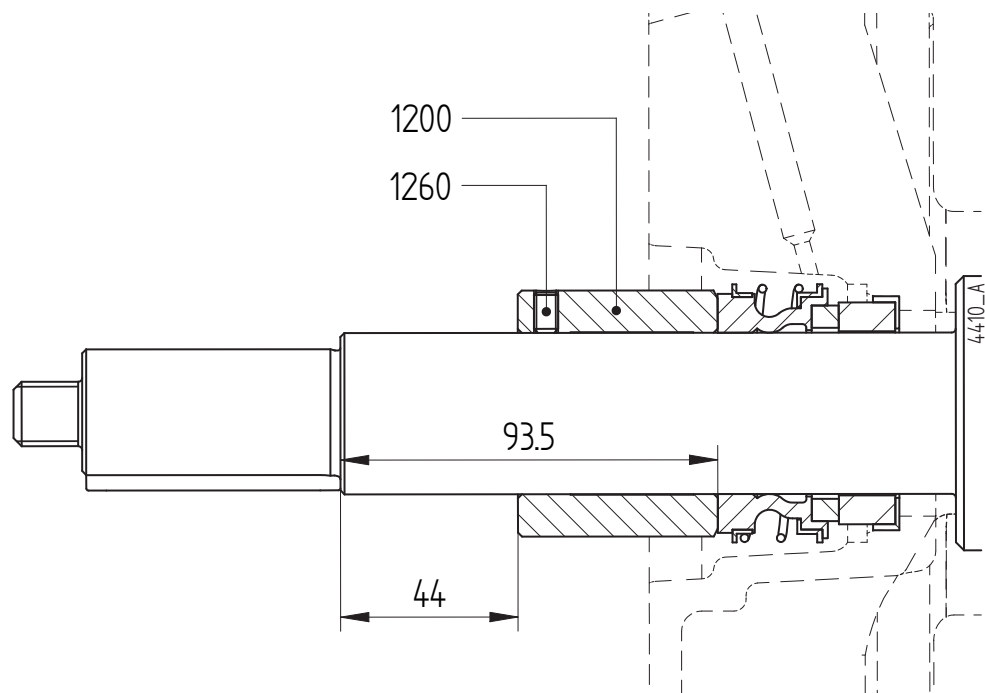

Bild 13: Justering av mekanisk tätning M1 för pumpstorlek 200-160.
- 2 Montera axelbussningen (1200) och justera avståndet till shaktöppningen till 44 mm. Se bild 13 i paragraf 7.6.3 "Montering av en mekanisk tätning M1". Drag åt stoppskruvarna (1260).
- 2 Endast pumpstorlek 200-160: Skruva loss stoppskruvarna (1260). Se bild 13.
- 7 Endast pumpstorlek 200-160: Justera avståndet mellan distanshylsan och shaktöppningen till **44 mm**. Fixera distanshylsan med stoppskruvar (1260). Se bild 13.